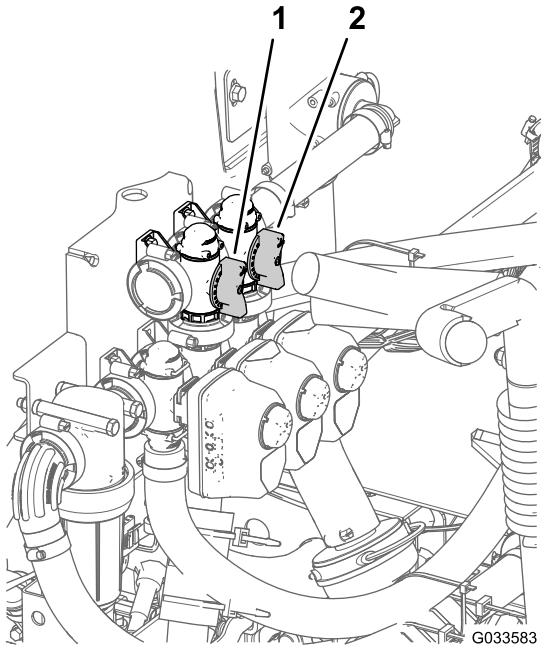

Figura 72
11. Ajuste la válvula de desvío de agitación (Figura 72), situada en la parte trasera de la válvula de agitación, hasta que la presión marcada en el manómetro sea de 6,9 bar.
8. Ajuste la palanca maestra de desvío de secciones para controlar la cantidad de agitación en el depósito (Figura 72).